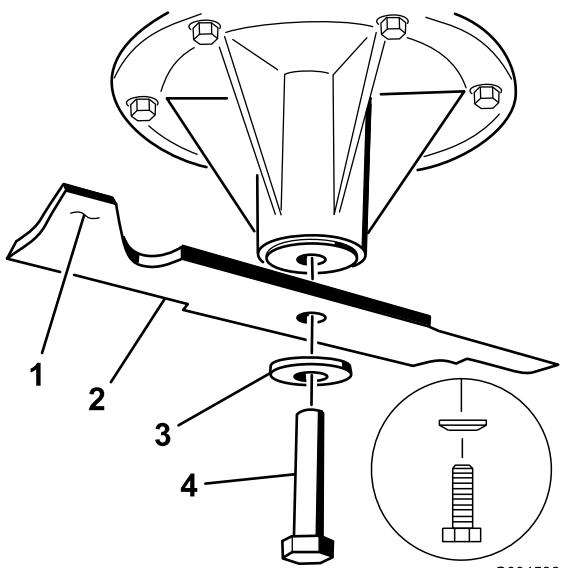

Figure 81
2. Enlevez de l'axe, le boulon, la rondelle bombée et la lame (Figure 81).
| 3. Si la lame est déséquilibrée, limez un peu l'extrémité de la partie relevée seulement (Figure 81). | |